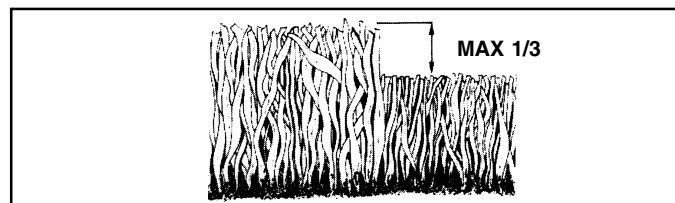

FIG. 13
- Pour les meilleurs résultats, ajustez la hauteur de coupe de tondeuse afin que la tondeuse coupe seulement le tiers du haut de l'herbe (Voyez la Fig. 13). Pour les conditions de broyer de l'herbe très difficiles, réduisez votre largeur de la coupe sur chaque passage et tondez lentement.